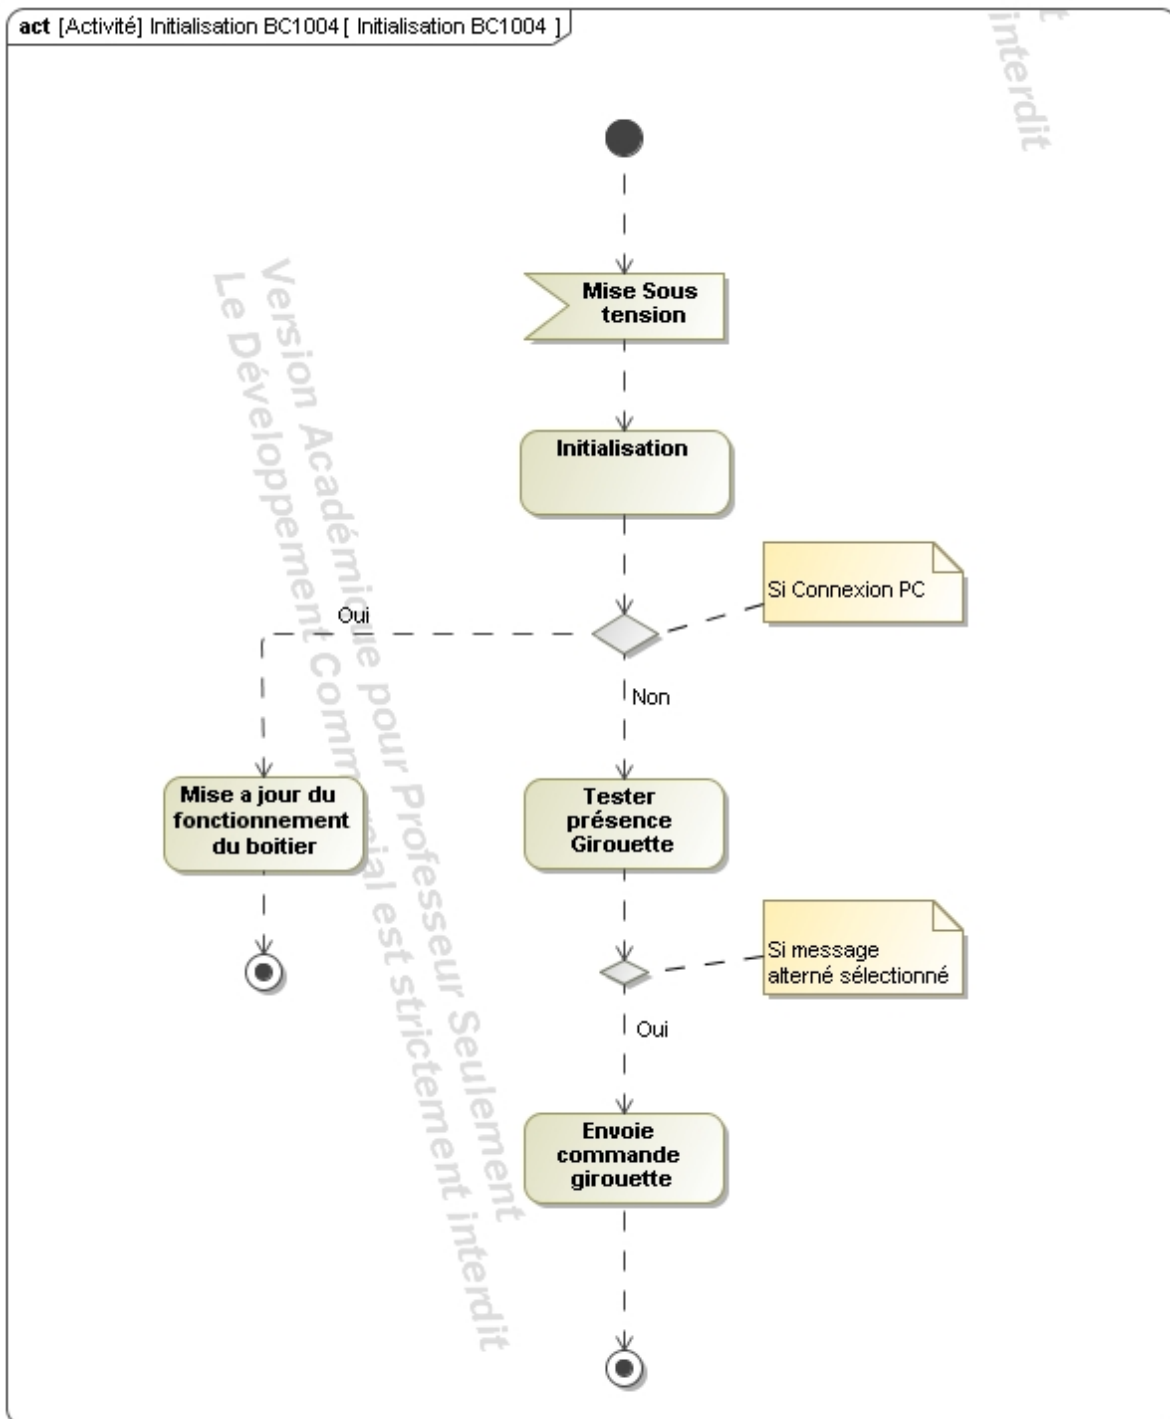

Figure 9 Diagramme 1 Activité Initialisation BC 1004
- Repérer et placer le symbole **activité finale** en dessous de l'action Envoie commande girouette et placer le flot entre cette dernière action et le bloc final. Vous obtenez la figure 9 et le diagramme de l'activité **Initialisation BC1004**